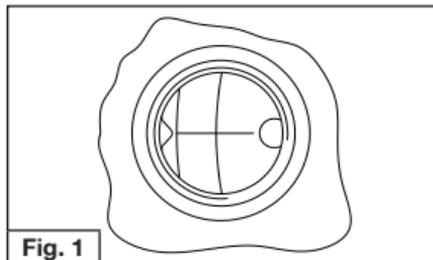
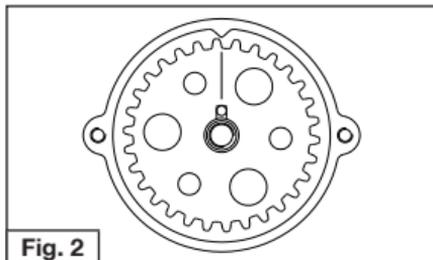

Fig. 1
Fig. 2
- Togliere il tappo ispezione posto sopra l'asta di controllo del livello olio e portare l'albero motore al punto morto superiore, verificandone l'esatta posizione allineando la linea_punto di riferimento presente sul volano con la tacca presente sul carter (fig. 1), e la linea di riferimento presente sulla corona dentata, dell'albero a camme, con la tacca presente sulla testa (fig. 2).
- Togliere il tappo ispezione posto sopra l'asta di controllo del livello olio e portare l'albero motore al punto morto superiore, verificando l'esatta posizione allineando la linea punto di riferimento presente sul volano con la tacca presente sul carter (fig. 1).
- Montare la catena di distribuzione sulla corona dentata ed inserirla sull'albero a camme, allineando la linea di riferimento con la tacca sulla testa (fig. 2).
- Mettere in tensione manualmente la catena di distribuzione agendo dal foro di montaggio del tendicatena e controllare che la corona dentata sia allineata al riferimento sulla testata fig.2, eventualmente spostare la catena di distribuzione di un dente in più o in meno sulla corona dentata.
Fare attenzione e controllare spesso che durante la messa in fase dell'albero a camme non si muova l'albero motore, dalla posizione indicata dai due riferimenti allineati come in fig. 1.
- Con una chiave a bussola con manico a T, agendo sul dado presente sull'albero motore e che fissa il gruppo variatore, far compiere all'albero motore 4-5 giri completi e riportarlo al punto morto superiore allineando i riferimenti di fig. 1 e controllare che la corona dentata della catena di distribuzione sia ancora allineata con il riferimento come da fig. 2.
- Dopo aver verificato che l'albero motore si trovi al punto morto superiore fig. 1 controllare ed eventualmente ripristinare il corretto gioco valvola di scarico e di aspirazione. Il valore del gioco delle valvole é indicato nella tabella "Dati montaggio".